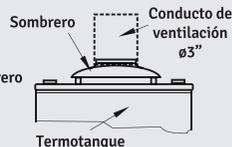

Fig.2
A) Antes de posicionar el soporte, (fig. 1) tenga en cuenta la medida de "A", que le dará la posición de las conexiones de agua una vez que el termotanque esté colgado (fig. 2)
2- Introduzca las 4 patas en los 4 agujeros (Ø7.5) que hay en la tapa superior del termotanque Fig. 2.